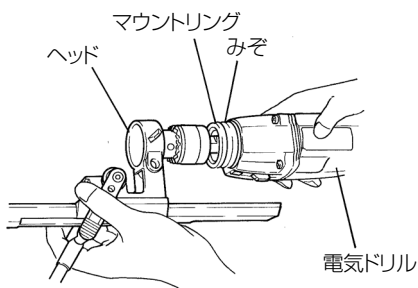

図 7
- (3) 図 7 のようにマウントリングの付いた電気ドリルをヘッドの奥までさし込み、取付けます。